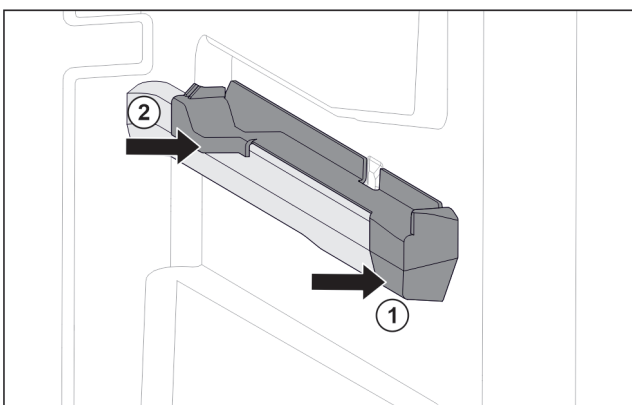

Fig. 84 Insteekelement op rechter containerrib
- ▶ Insteekelement voor tegen containerrib plaatsen. Fig. 84 (1)
- ▶ Insteekelement achter aandrukken. Fig. 84 (2)